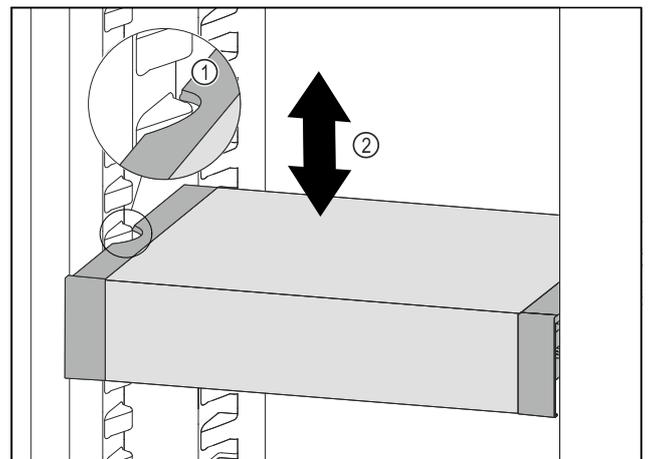

Fig. 125
- ▶ VarioSafe nach vorne ziehen, bis sich die seitlichen Aussparungen des VarioSafes auf Höhe der Behälterrippe im Kühlteil befinden. Fig. 125 (1)
- ▶ VarioSafe im Kühlteil nach oben oder unten bewegen, bis gewünschte Höhe erreicht ist. Fig. 125 (2)